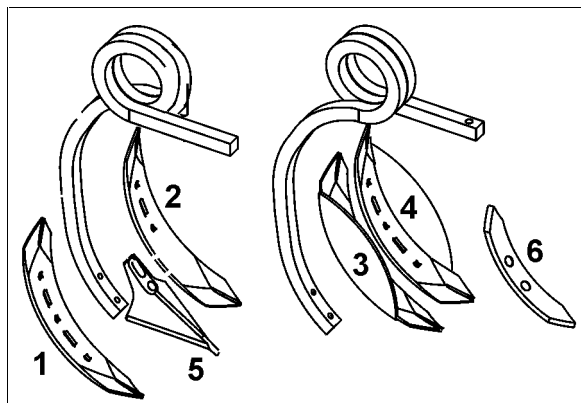

Fig. 14
- **Jordluckringsskär (75 mm) (Fig. 14/1,2)**
- **Ytterskär för jordluckringsskär (Fig. 14/3,4)**
- **Stubbskär (Fig. 14/5)**
- **Jordluckringsskär (Fig. 14/6)**